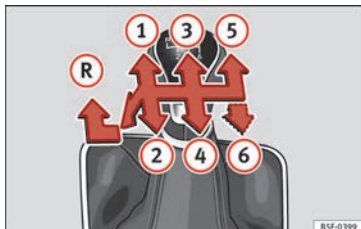

Fig. 57 Schema di un cambio manuale a 5 marce o a 6 marce.
Nella leva selettoria sono indicate le posizioni delle marce » **fig. 57**.
- Per inserire la retromarcia, con la leva selettoria in posizione di folle, spingerla verso il basso, muoverla a fondo a sinistra e quindi in avanti » **fig. 57** **R**.